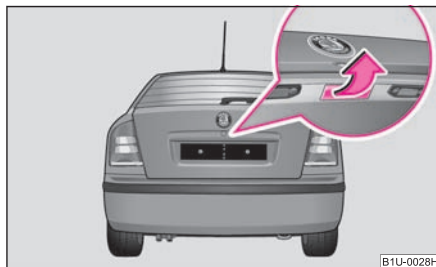

Fig. 39 Mănerul capacului portbagajului
⇒ pagina 41, fig. 39.
- Apăsați asupra profilului de prindere ⇒ fig. 39 și ridicați simultan capacul portbagajului.